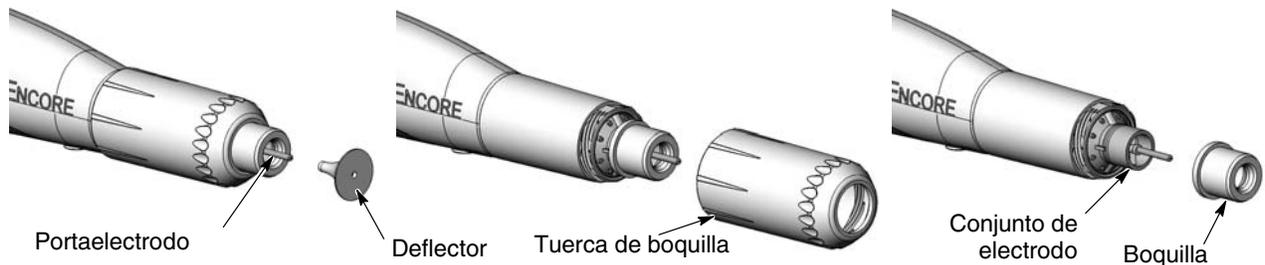

Figura 4-7 Cambio de una boquilla cónica
2. Ver la figura 4-7. Retirar suavemente el deflector del soporte de electrodo. Si se cambia únicamente el deflector, se debe instalar el nuevo deflector en el soporte de electrodo, teniendo cuidado de no doblar el cable del electrodo.